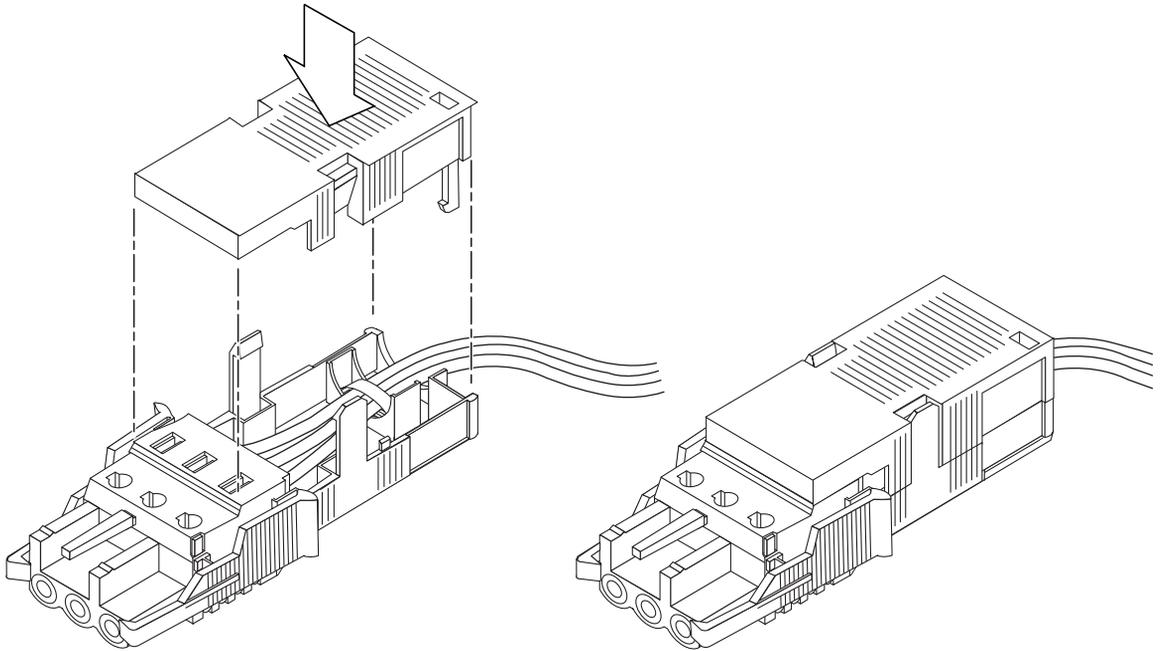

FIGURE 3-9 Montage du boîtier
- 5. Abaissez la partie supérieure du boîtier de façon à ce que les trois dents de la partie supérieure s'insèrent dans les ouvertures du connecteur CC et qu'elles s'enclenchent (voir la FIGURE 3-9).**